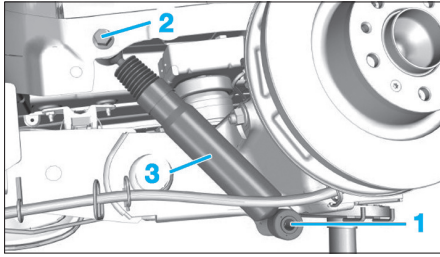

Fig. 24
- la vis de fixation inférieure (1) (Fig.24),